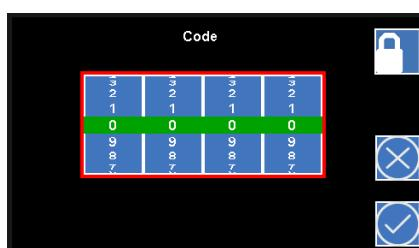

Abbildung 21
- Ist der Code falsch, so erscheint, solange der Haken gedrückt ist, ein roter Rand um die Drehräder (siehe Abbildung 21). Beim Loslassen wird das Codefenster geschlossen und das Menü **Messwerte** erscheint unverändert. Der Hauptbildschirm bleibt verschlossen.
3. Drücken Sie auf das Icon **Übernehmen** (2).